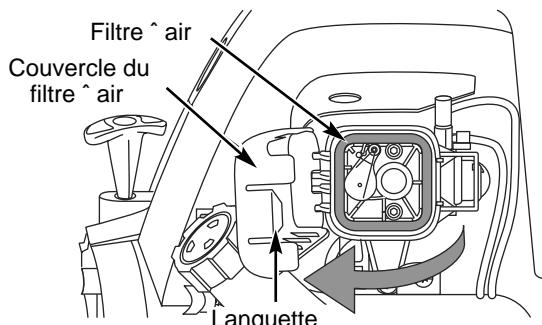

Fig. 27
1. Ouvrez le couvercle du filtre à air. Enfoncez la languette droite du couvercle, tirez celui-ci vers vous puis vers la gauche (Fig. 27).
2. Retirez le filtre à air (Fig. 27).